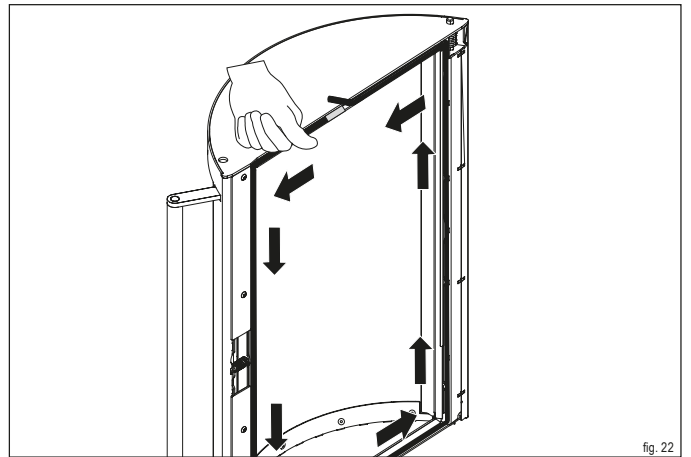
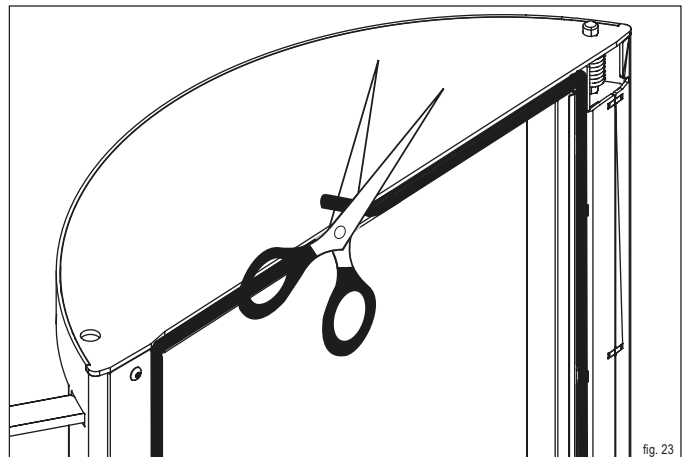

fig. 22
fig. 23
- ▶ Iniziare a collocare la guarnizione dal centro della guida, nell'area superiore dello sportello della camera di combustione. Premere omogeneamente la guarnizione nella guida (fig. 22). Far sporgere leggermente l'estremità e tagliare la guarnizione in modo che collida (fig. 23).